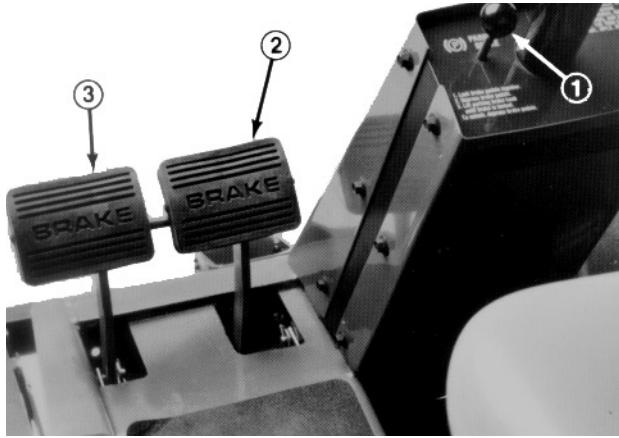
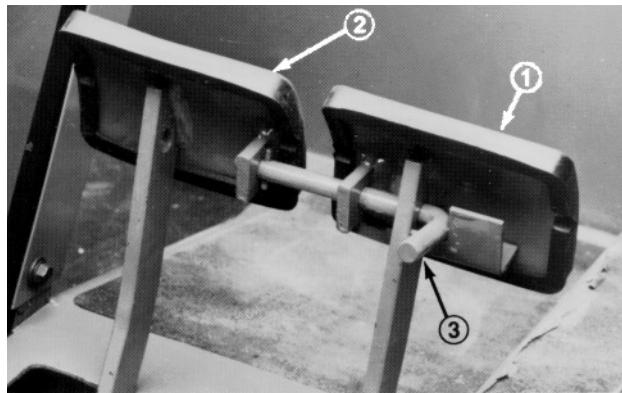

Fig. 8
Fig. 9
Freni di esercizio (Fig. 8)—I pedali dei freni sinistro e destro sono collegati alle ruote anteriori sinistra e destra. I freni funzionano indipendentemente l'uno dall'altro quindi possono essere utilizzati per sterzate a tornante o per aumentare la trazione se una ruote tendesse a slittare su un pendio. Utilizzando i pedali per sterzare bruscamente su prati bagnati o soffici si può danneggiare l'erba; per un rapido arresto premere entrambi i pedali insieme. Collegare sempre i freni quando si trasporta il trattorino.
Freno di stazionamento—Quando il motore è spento innestare sempre il freno di stazionamento per impedire movimenti accidentali. Per innestare il freno di stazionamento spingere la leva di bloccaggio (Fig. 9) sul pedale del freno sinistro in modo che si blocchi insieme con il pedale destro. Ora spingere a fondo su entrambi i pedali, tirare la manopola del freno di stazionamento (Fig. 8), quindi rilasciare i pedali. Per rilasciare il freno di stazionamento premere entrambi i pedali fin quando la manopola del freno non si retrae. Prima di avviare il motore si può comunque disinnestare la leva di bloccaggio dal pedale del freno sinistro in modo che i pedali funzionino indipendentemente sulle ruote anteriori.
1. Verificare che il freno di stazionamento sia innestato, che l'interruttore della presa di forza sia in posizione OFF e che la leva di sollevamento si trovi in posizione di TRASPORTO o FLOTTAZIONE (Fig. 9). Togliere il piede dal pedale di trazione ed accertare che sia in folle.
2. Spostare la leva del gas (Fig. 9) a fondo in posizione FAST.
3. In temperature inferiori a 15°C premere in posizione ON l'interruttore della candela ad incandescenza (Fig. 9) e tenerlo premuto per il tempo consigliato.